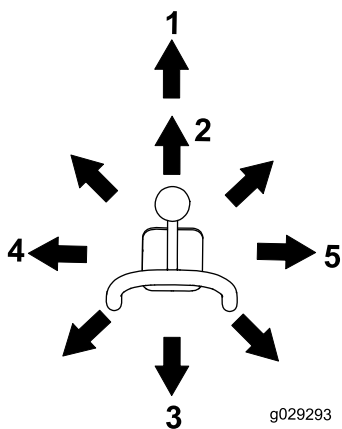

Figura 10
- Para inclinar o acessório para a frente, mova lentamente a alavanca para a direita (Figura 10).
- Para inclinar o acessório para trás, mova lentamente a alavanca para a esquerda (Figura 10).
- Para descer os braços do carregador, mova lentamente a alavanca para a frente (Figura 10).
- Para elevar os braços do carregador, mova lentamente a alavanca para trás (Figura 10).
- Para descer os braços do carregador para uma posição de retenção (flutuação), empurre a alavanca totalmente para a frente (Figura 10).